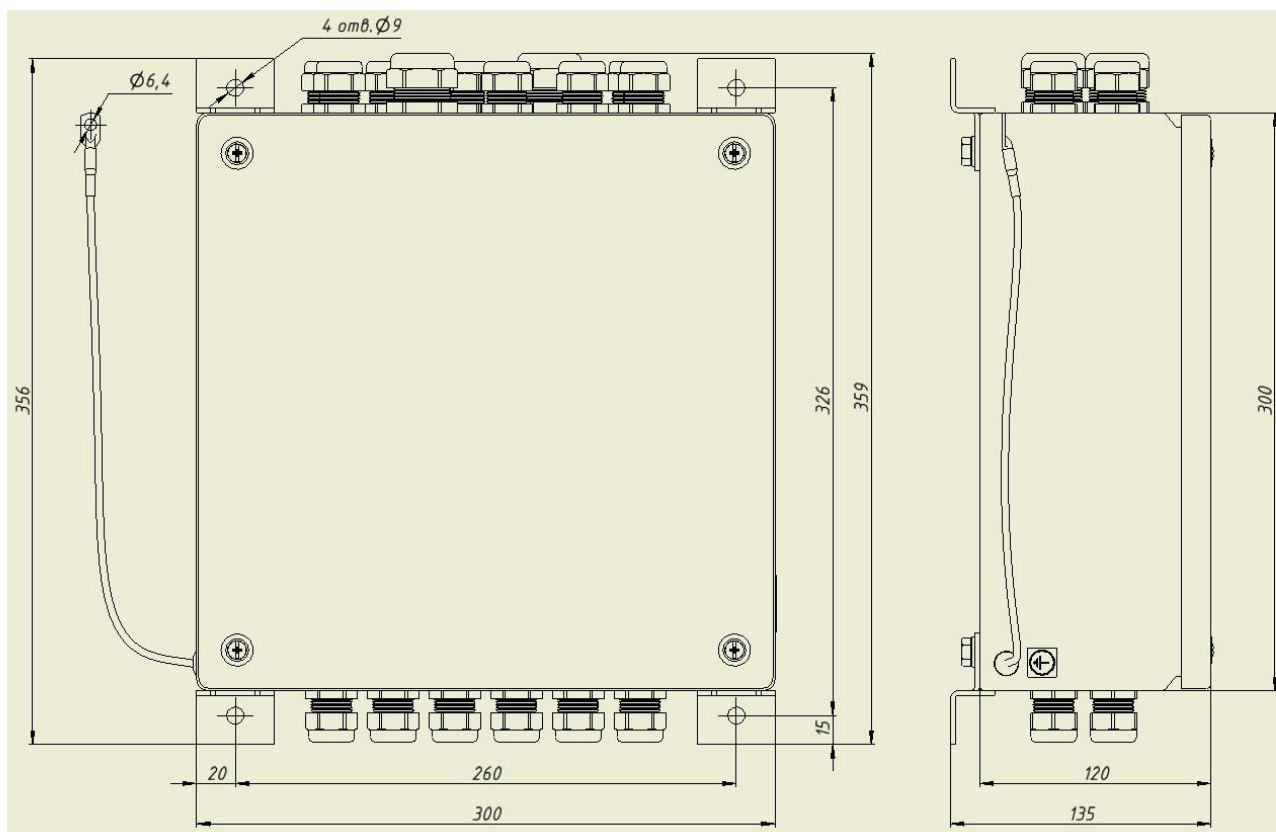

Рис. 1.4. Габаритные размеры клеммного шкафа
При недостаточном количестве кабельных вводов для подключаемых внешних электрических цепей устройство снабжается клеммным шкафом. Соединение клеммного шкафа с устройством осуществляется с помощью соединительного электрического кабеля, входящего в комплект поставки. Подключение внешних электрических цепей к клеммам клеммного шкафа осуществляется с помощью электрических проводов или контрольных кабелей с сечением центральной жилы не более 2,5 мм2. Габаритные размеры клеммного шкафа приведены на рис. 1.4. Наименование клемм приведено в Приложении 1.
2.3.3. Для варианта исполнения «01» закрепить клеммный шкаф (КШ) с помощью четырех болтов М6 мм, входящих в комплект поставки, согласно разметке, указанной на рис. 1.4.